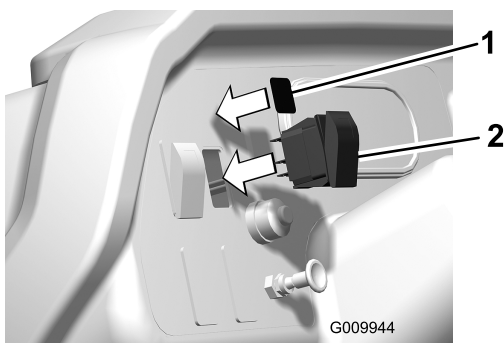

Figura 20
2. Inserite l'interruttore nell'apertura sul cruscotto (Figura 20).
3. Applicare la decalcomania sul cruscotto, vicino all'interruttore (Figura 20).